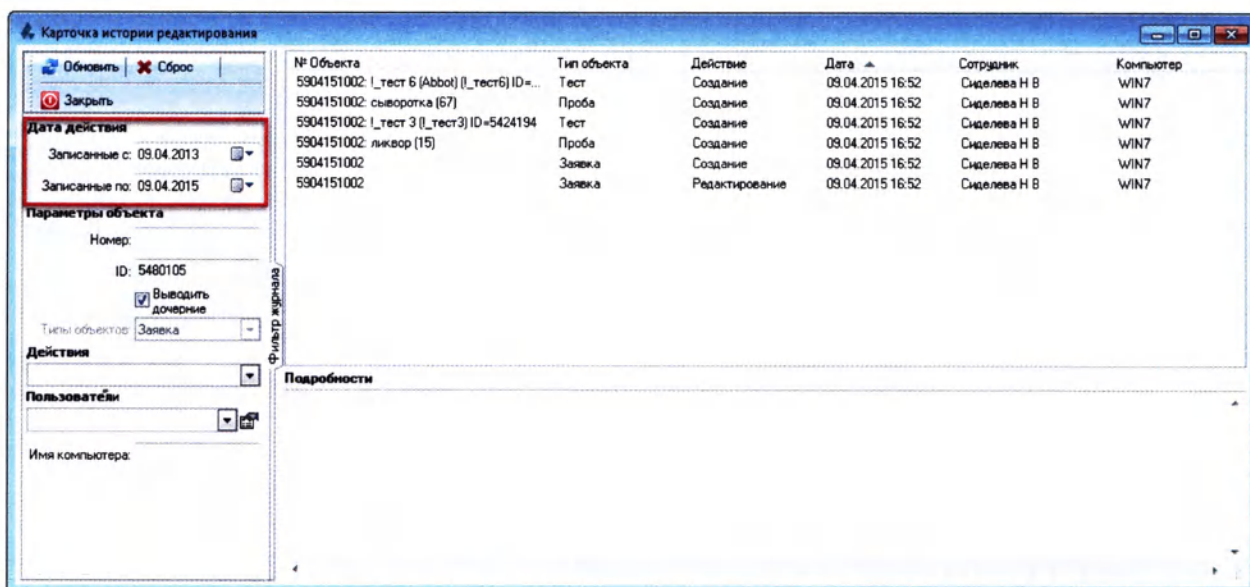

Рисунок 3.15
3. В открывшейся карточке истории редактирования есть возможность задать необходимый временной промежуток, за который нужно просмотреть данные по изменению заявки (Рисунок 3.15):